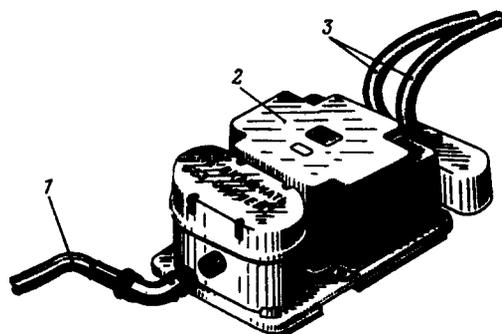

Рис. 68. Отсоединенный низковольтный провод от агрегата зажигания при ложном запуске:
5. Ложный запуск (запуск без поджига топлива) производится при необходимости проверки работы систем, участвующих в запуске, определения оборотов раскрутки турбокомпрессора стартером, а также при проведении консервации и расконсервации двигателя. При ложном запуске питание пусковой катушки зажигания должно быть отключено и должен быть отсоединен низковольтный провод 1 от агрегата зажигания 2 (рис. 68).